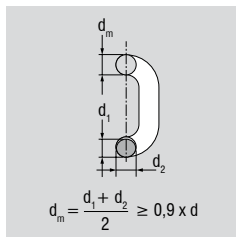

Fig. 11: Reducción del espesor de un elemento de cadena
- Reducción del espesor del elemento de cadena en algún lugar en una media > 10% (fig. 11)